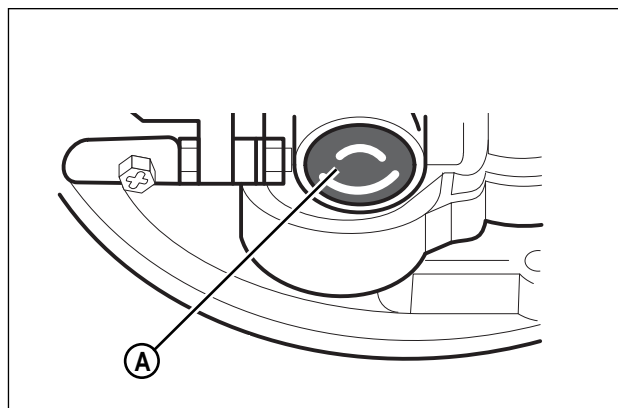

Figure 13: Bouton d'amorçage du moteur
5. Le bouton d'amorçage (A, Figure 13) est sur le côté du moteur. Enfoncez ce bouton. Après chaque actionnement du bouton d'amorçage, attendez deux secondes. Pour le nombre d'appuis sur ce bouton nécessaire, reportez-vous aux instructions du constructeur du moteur.